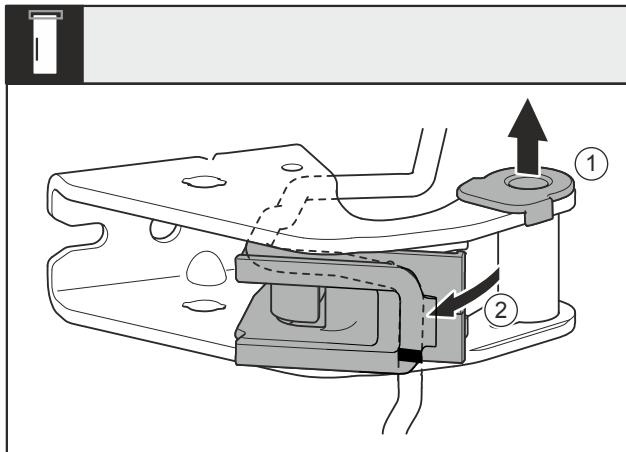

Fig. 26
- Витягніть із напрямної опорну втулку Fig. 26 (1).
- Поверніть вбік тримач кабелю Fig. 26 (2).